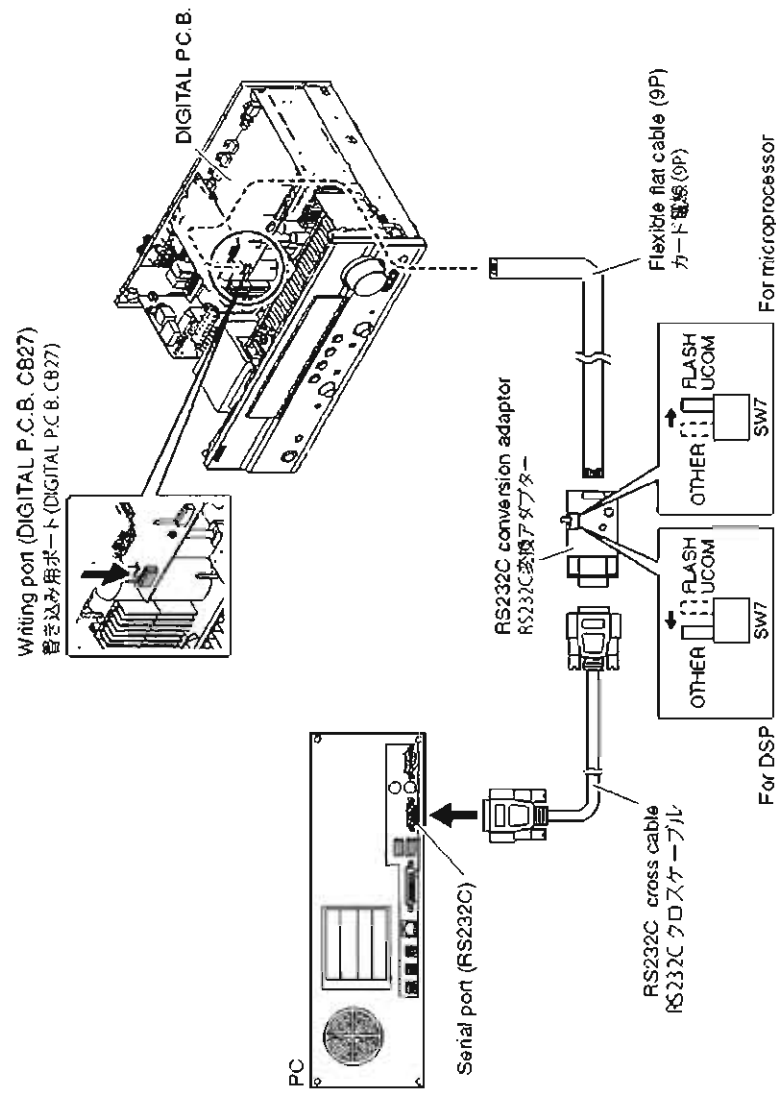

Fig. 1
2. Connect the writing port (CB27 of DIGITA\_P.C.B.) of this unit to the serial port (RS232C) of the PC with RS232C cross cable, RS232C conversion adaptor and flexible flat cable as shown below. (Fig. 1)
3. Set the switch (SW7) of RS232C conversion adaptor as shown below. (Fig. 1)
2. 本機の書き込み用ポート (DIGITA\_P.C.B. CB27) とPCのシリアルポート (RS232C) を下記のように接続します。(Fig. 1)
3. RS232C変換アダプターのスイッチ (SW7) を下記のよう設定します。(Fig. 1)